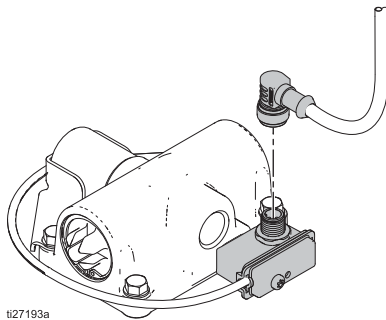

Fig.2. Koppel DataTrak los
1. Schroef de kabel los van de bladveerschakelaar. Zie Fig.2.